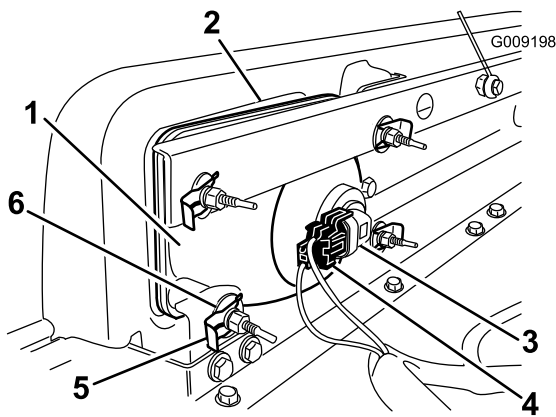

図 27
2. ヘッドライト・アセンブリ全体を前に押し出して、前バンパーから外す(図 27)。
- 取り付け穴に新しいヘッドライトを取り付ける（図 27）。柱状の合いマーク突起がバンパー側の取り付けブラケットの穴にそろそろように取り付けること。